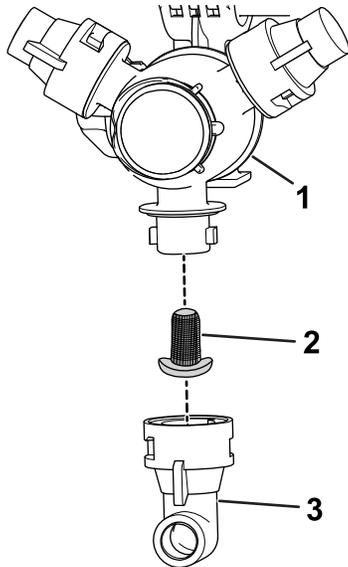

Рисунок 61
2. Снимите сопло с поворотной распылительной головки (Рисунок 61).
3. Снимите старый фильтр сопла (Рисунок 61).
4. Установите новый фильтр сопла (Рисунок 61).
5. Установите сопло на поворотную распылительную головку (Рисунок 61).